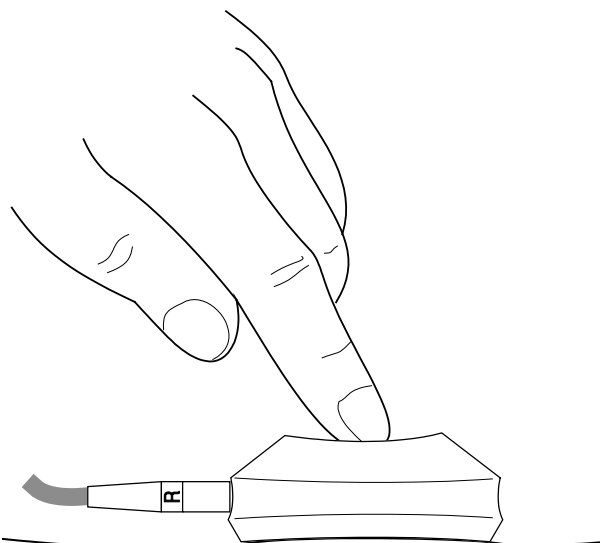

Bild 4-2. Anlegen der Elektrode
- \* Platzieren Sie die Elektrode auf der Abnahmestelle, drücken Sie leicht auf den Saugdom und lassen Sie ihn wieder los (Bild 4-2).